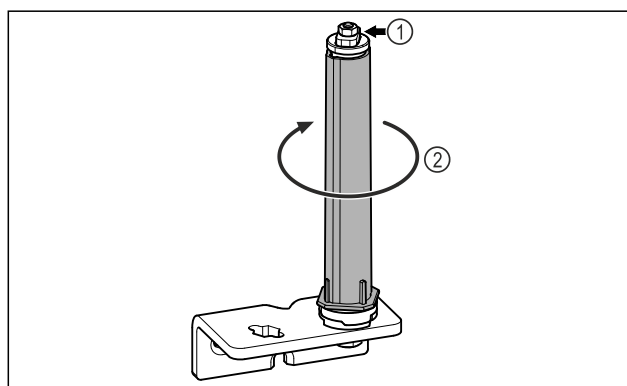

Fig. 21
- ▶ Ikke demonter dørlåsesystemet Fig. 21 (1).
- ▶ Drei låsesystemet Fig. 21 (2), til det klikker.